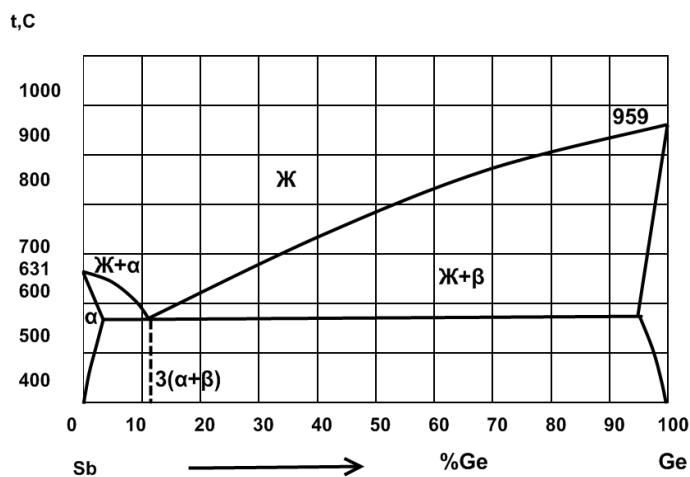

Рис. 8. Диаграмма состояния сурьма – германий (Sb – Ge)
- Вычертите диаграмму состояния системы сурьма – германий. Опишите взаимодействие компонентов в жидком и твёрдом состояниях, укажите структурные составляющие во всех областях диаграммы и объясните характер изменения свойств сплавов в данной системе с помощью правил Курнакова (рис. 8).